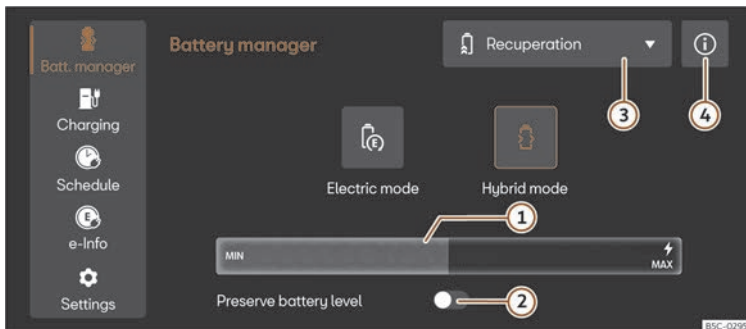

Fig. 123 În sistemul Infotainment: meniul Manager baterie
- **Selecți modul electric sau modul hibrid** în sistemul Infotainment. Mai multe informații despre modul de funcționare pot fi găsite în ① >>> **fig. 123** ④.
Explicație pentru >>> **fig. 123:**